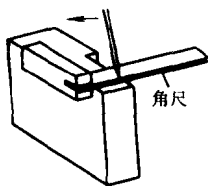

图 2-14 划垂直线
(4) 垂直线的划法 在要求划与某一平面垂直的加工线时,通常用靠边角尺紧靠工件的一边划出(图 2-14)。